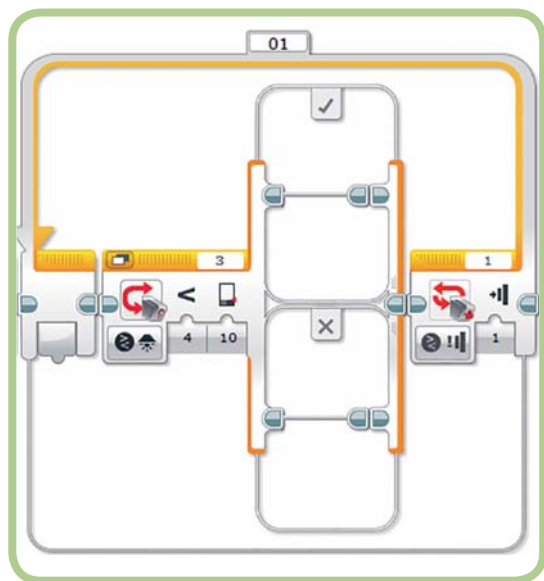

Рис. 6.25. Добавление блока **Переключатель** (Switch)
9. Для параметра **Пороговое значение** (Threshold value) задай значение **10**. Это значение можно будет скорректировать после тестирования, если оно окажется слишком высоким или слишком низким. Блок **Цикл** (Loop) должен выглядеть, как на рис. 6.25.